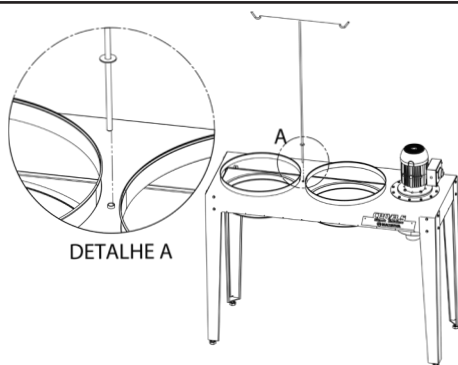

figura 4
4.. Insira o suporte do filtro na furação indicada na estrutura principal do coletor (figura 4):